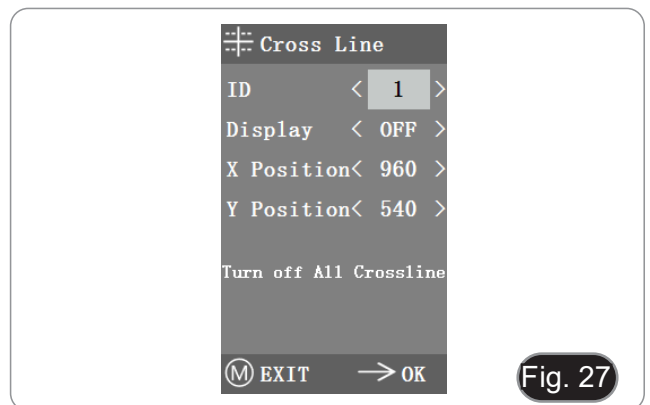

Fig. 27
1. Entrar en el menú de Cross Line. (Fig. 27)